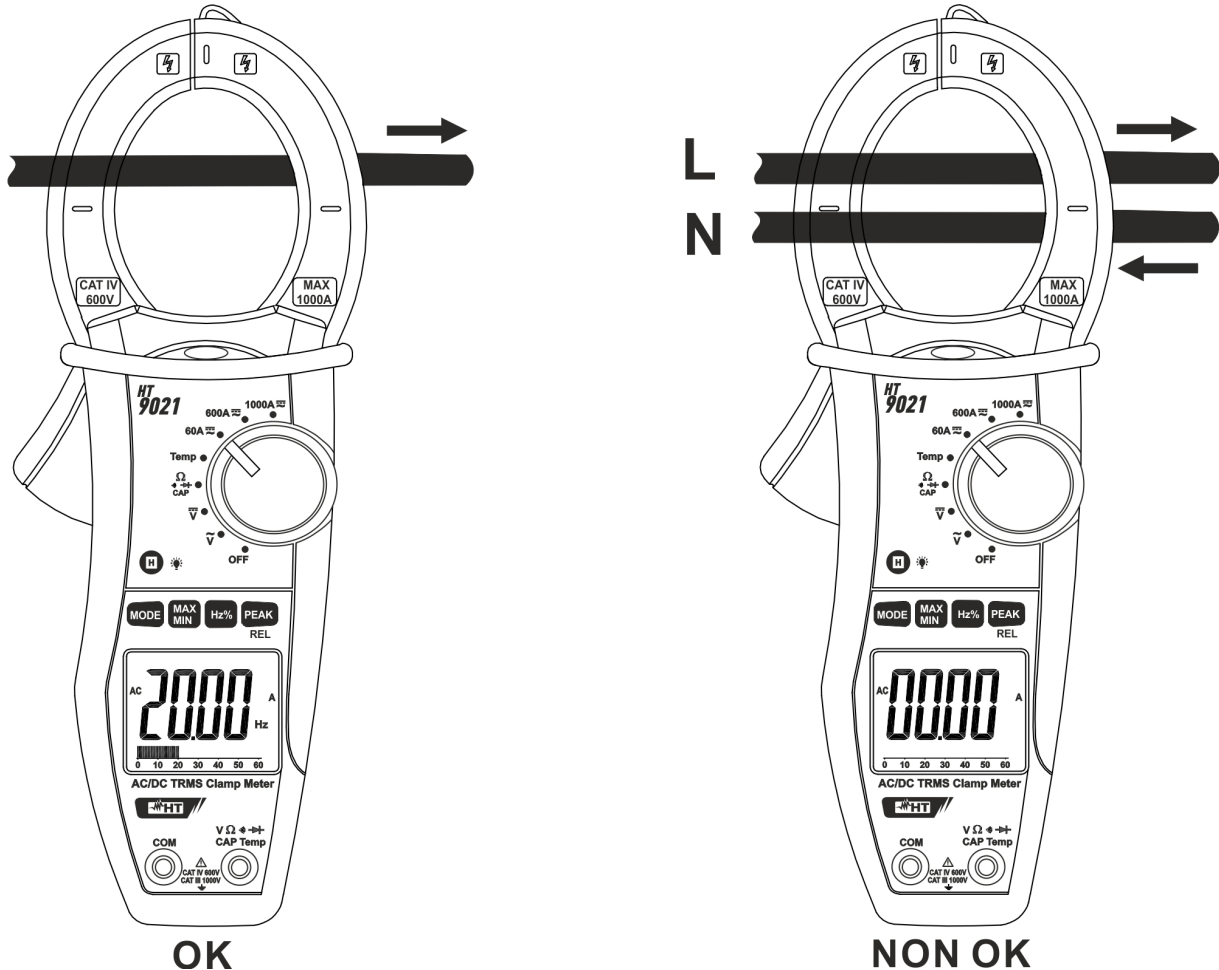

Fig. 9: Uso da pinça para medição de correntes CA e CC
4. Para medição de corrente CC a visualização do símbolo “-” indica que o instrumento foi inserido ao contrário do sentido da corrente (ver Fig. 9)